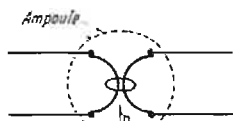

Fig. 5
*a* *b* est isolé de l'élément thermoélectrique *c* *d* par une perle de verre *p*, le chauffage est indirect (Fig. 5). La tension éventuelle entre le fil chauffant et l'élément thermoélectrique ne doit pas dépasser 100 V. Noter que pour les thermocouples les plus sensibles, le diamètre du filament chauffant est environ dix fois plus petit que celui d'un cheveu, ceci mentionné pour en signaler la fragilité.